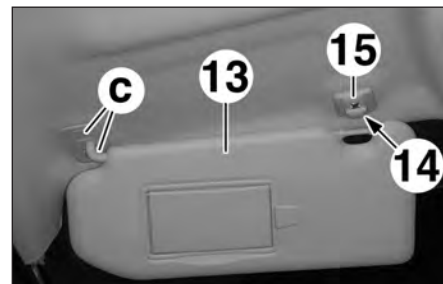

FIG.68
- Dégrafer le pare-soleil (13) en (c) (Fig.68).
- la vis (14) du support (15) du pare-soleil,
- le support de pare-soleil (15).
• Dégrafer le pare pare-soleil (13) en (c) (Fig.68).